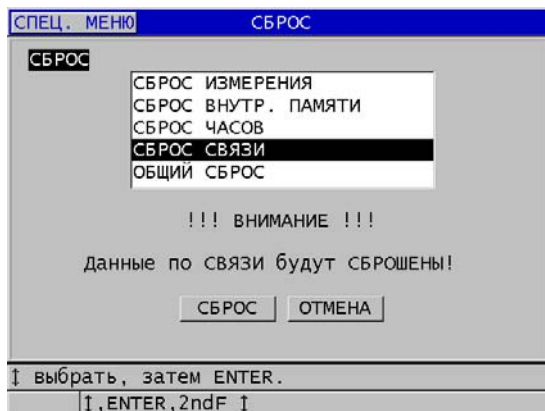

Рис. 14-10 Выбор СБРОС СВЯЗИ
3. В окне СБРОС (см. Рис. 14-10 на стр. 274):